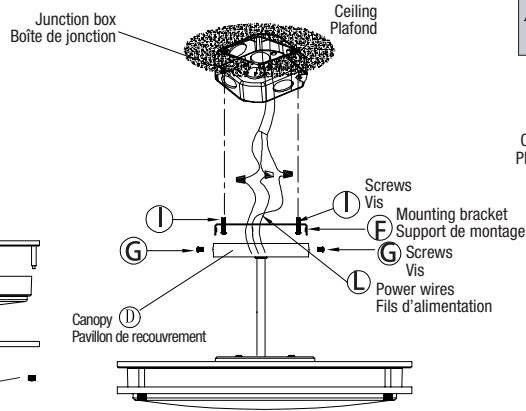

Fig. 7b
7. Use the two screws to fix the mounting bracket F on the junction box, connect wire L, wire N and ground wire of the luminaire to the junction box wires with wire nuts, use screws G to fix the canopy D on bracket F and ceiling box together (Fig. 7b).
7. Utiliser les deux vis I pour fixer le support de montage F sur la boîte de jonction, connecter le fil L, le fil N et le fil de mise à la terre du luminaire aux fils de la boîte de jonction avec les capuchons de connexion, utiliser les vis G pour fixer le pavillon de recouvrement D sur le support F et la boîte de jonction ensemble sur le plafond Fig. 7b).